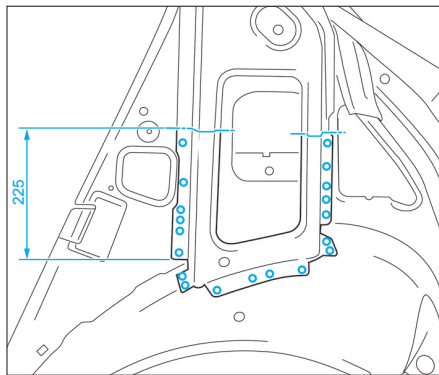

FIG. 92
- Détacher puis déposer, par perçage, le renfort de la doublure d'aile arrière (Fig.92).